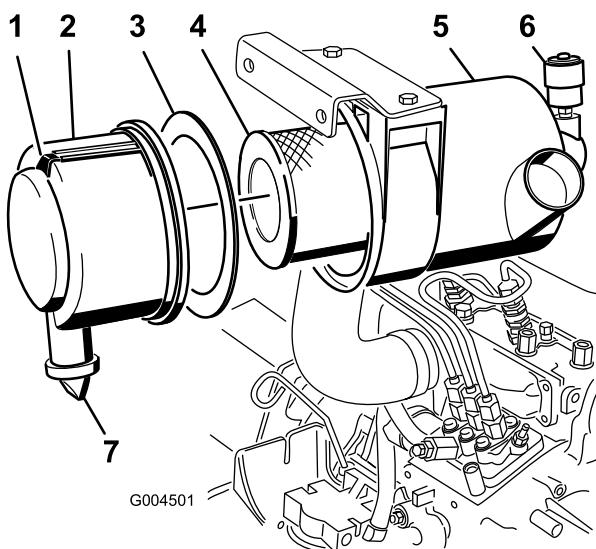

Bild 41
2. Warten Sie den Luftfilter, wenn die Luftfilteranzeige rot anzeigt (Bild 41) oder nach jeweils 400 Betriebsstufen (häufiger in sehr staubigen oder schmutzigen Bedingungen). Warten Sie den Luftfilter nicht zu häufig.
1. Ziehen Sie den Riegel nach außen und drehen Sie die Luftfilterabdeckung nach links (Bild 41).
2. Entfernen Sie die Abdeckung vom Luftfiltergehäuse (Bild 41).
4. Entfernen und wechseln Sie den Hauptfilter aus (Bild 41).
6. Stellen Sie sicher, dass die Schaumdichtung in der Abdeckung liegt und nicht gerissen oder beschädigt ist (Bild 41).
- A. Nehmen Sie das Gummiablassventil von der Abdeckung ab (Bild 41).
10. Stellen Sie die Anzeige (Bild 41) zurück, wenn sie auf Rot steht.